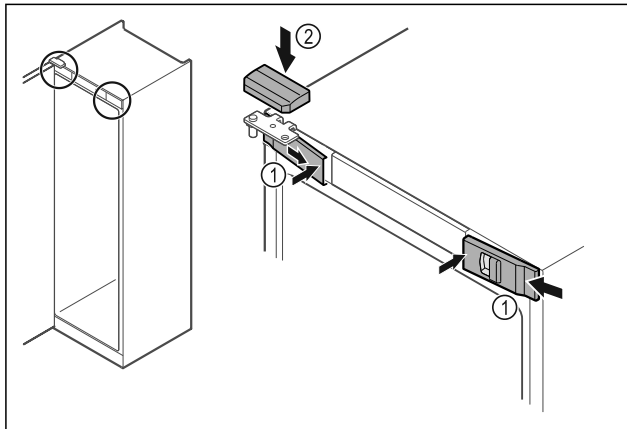

Fig. 53
- Akassza be oldalt az elülső burkolatokat Fig. 53 (1), és belül pattintsa be.
- Felülről pattintsa be a felső burkolatot Fig. 53 (2).